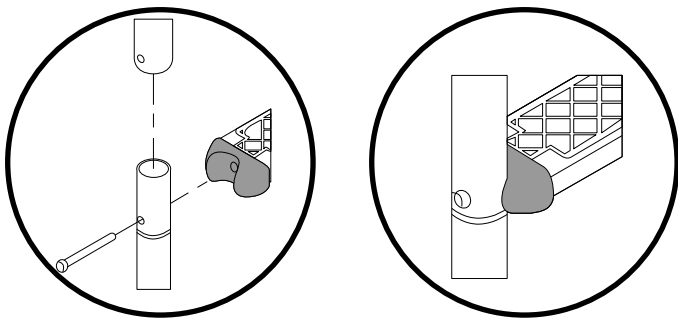

Fig. 20/Abb. 20/Afb. 20
**FR** A.- Assembler les rampes supérieure (1) et inférieure (10) en les introduisant l'une dans l'autre et les fixer aux marches (9) et celles-ci à l'aide des vis (11), des écrous (8) et des rondelles (7) correspondantes. (Fig.20)
B.- Monter les butées (12) de la rampe, pour éviter que l'escalier puisse abîmer la piscine.